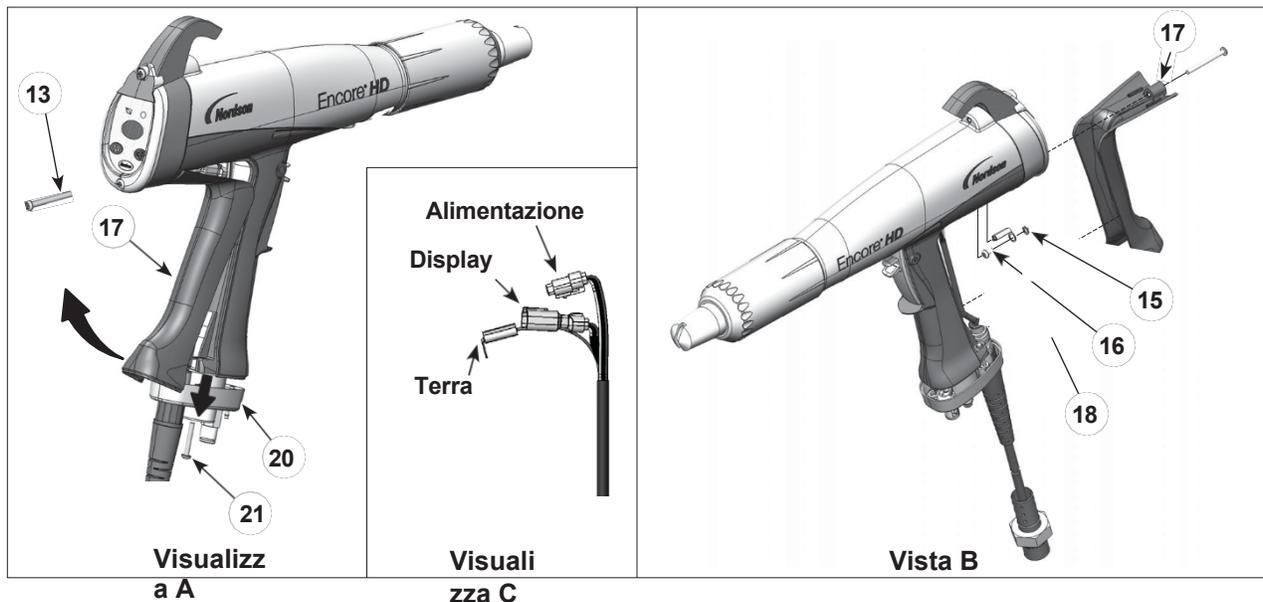

Figura 16 Sostituzione del cavo
2. Vedere Figura 16, vista A. Rimuovere le due viti M3 x 20 (21) che fissano la base della maniglia (20) alla maniglia.
3. Rimuovere la vite M3 x 35 inferiore (13) dal modulo del display.
4. Allontanare la base dall'impugnatura quanto basta per liberare il bordo inferiore del tappetino di terra (17) dalla base.
6. Vedere Figura 16, vista B. Rimuovere la vite M3 x 8, la rondella di sicurezza (16, 15) e il terminale di terra dalla piazzola di terra.
7. Rimuovere l'anello di fissaggio (18) dal cavo.
8. Vedere Figura 16, vista C. Estrarre i connettori dei cavi dall'impugnatura. Inserire un piccolo cacciavite a punta piatta nelle fessure dei connettori dell'alimentatore e del display per sbloccare il fermo e scollegarli.
1. Vedere Figura 16. Far passare un nuovo cavo attraverso la base della maniglia, quindi installare l'anello di ritegno (18) sul cavo per tenerlo in posizione.
3. Collegare il terminale del cavo alla piazzola di terra (17) con la vite M3 x 6 e la rondella di sicurezza (16, 15).
6. Spingere la base della maniglia (20) contro l'impugnatura e il cuscinetto di massa e serrare saldamente le due viti M3 x 20 (21) nella base.
7. Reinstallare la vite M3 x 35 (13) nella parte inferiore del modulo del display.